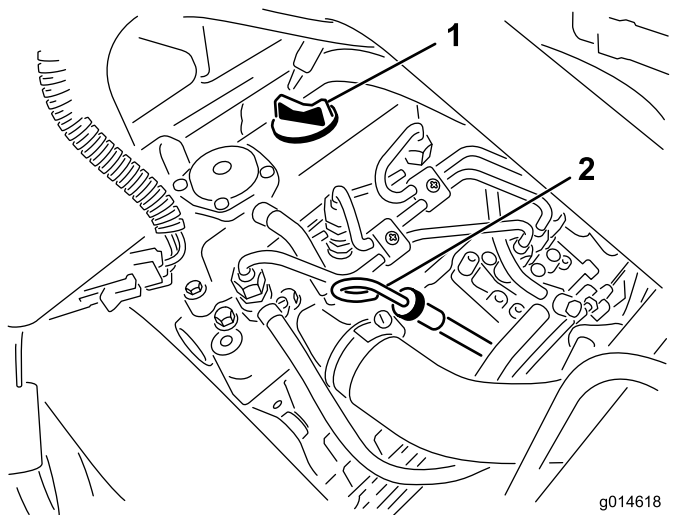

Figura 27
2. Retire la varilla y límpiela con un paño limpio (Figura 27).